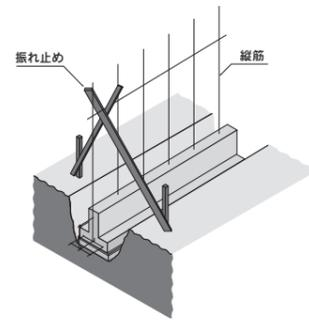
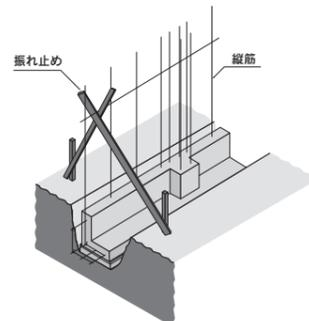

図3-2-4 逆T形の基礎
図3-2-6 L形の基礎+控柱用基礎
- 逆T形、L形、およびL形基礎+控柱用基礎を、(図3-2-4)～(図3-2-6)に示します。